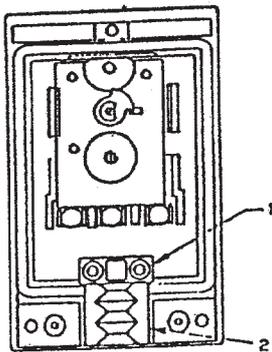

Fig. 3
5. Kabel mittels Klemme (Fig.3 Pos.1) fixieren.